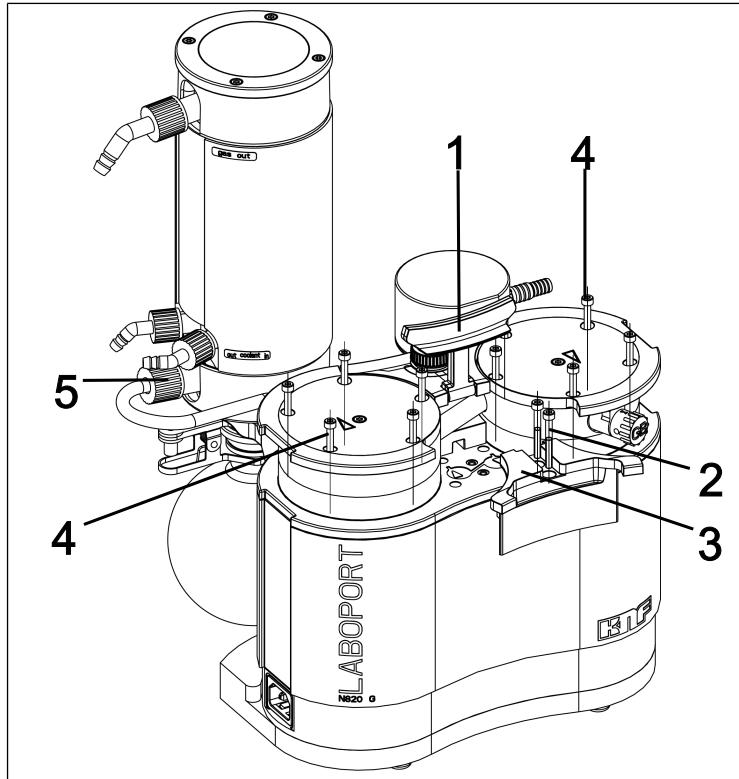

Fig.12: Smontaggio della copertura impugnatura
3. Allentare il dado a risvolto del collegamento tubo flessibile (5/Fig. 12) dal componente del sistema per vuoto.
4. Portare l'impugnatura (1/Fig. 12) in posizione verticale.
5. Allentare le due viti (2/Fig. 12) della copertura impugnatura (3/Fig. 12).
6. Rimuovere la copertura impugnatura (3/Fig. 12).
7. Allentare le 10 viti con testa esterne (4/Fig. 12) su entrambe le teste della pompa.
8. Prelevare le 10 viti con testa esterne (4/Fig. 12) da entrambe le teste della pompa.
1. Contrassegnare la piastra di spinta (2), il coperchio testa (3) e la piastra intermedia (6) con un tratto a matita continuo. In tale modo si preverrà un successivo montaggio errato delle parti.
2. Prelevare le viti esterne (4/Fig. 12) dalle teste della pompa.
9. Introdurre le 10 viti con testa esterne (4/Fig. 12) nella testa della pompa e serrarle in sequenza incrociata (coppia di serraggio: SH/SR820G: 4 Nm; SR/SR840G: 5 Nm)
i Qualora le viti esterne (4/Fig. 12) non si possano introdurre nella testa della pompa, allentare la vite con testa interna (1) e verificare che il coperchio testa (3) sia correttamente posizionato sulla piastra intermedia (6).
11. Serrare manualmente il dado a risvolto del collegamento tubo flessibile (5/Fig. 12) sul condensatore (2/Fig. 3).
1. Montare la copertura impugnatura (3/Fig. 12).
2. Serrare le viti (2/Fig. 12) della copertura impugnatura (3/Fig. 12) (coppia di serraggio: 2 Nm).